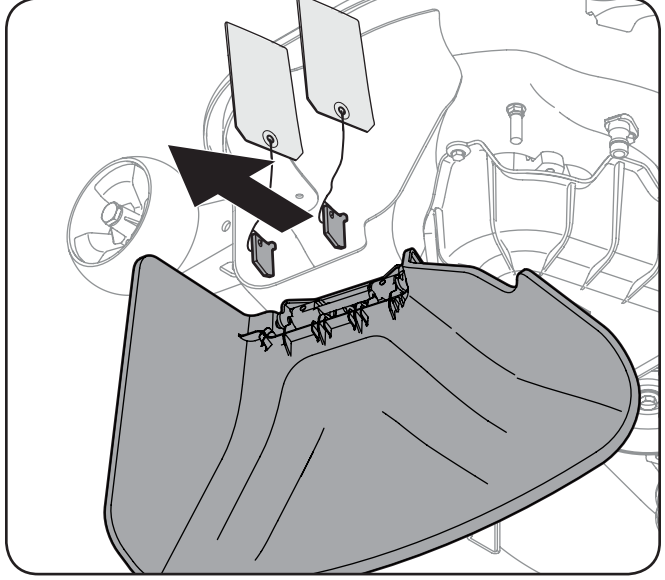

Figure 3-7
7. Soulevez la goulotte d'éjection et retirez le support en le saisissant et en le faisant pivoter dans le sens horaire. Abaissez la goulotte d'éjection. Voir Figure 3-7.